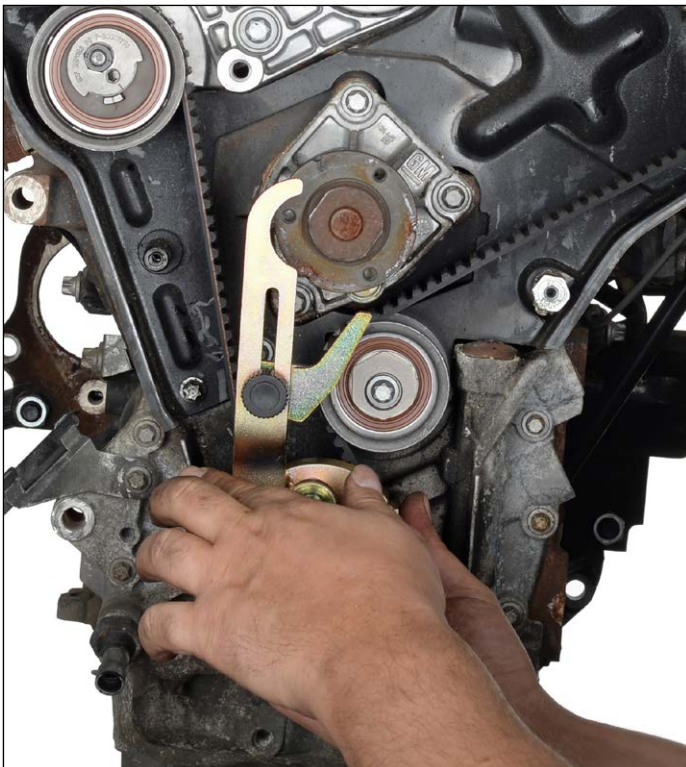

Fig. 2
2. Bevestig blokkeerwerktuig voor krukas OE (KM-800-10) aan de krukas (Fig. 2) en draai de krukas langzaam in de draairichting van de motor, tot de hendel van het blokkeerwerktuig tegen de waterpomp zit (Fig. 3 is). De inkepingen op de nokkenastandwielen moeten nu uitgelijnd zijn met de groeven in de achterste tandriembeschermer, en de inkepingen op de krukas moeten uitgelijnd zijn met de groeven in de onderste behuizing op de 6 uur positie (Fig. 4).